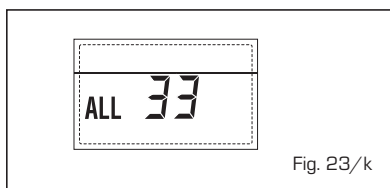

Fig. 23/k
- **ANOMALÍA COMUNICACIÓN FICHA RS-485 EN MODALIDAD CASCADA "ALL 34" (fig. 23/j)**